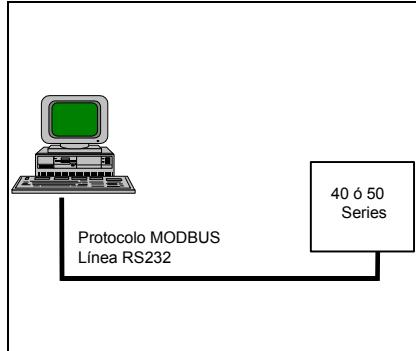

Figure 7-3 : Conexión punto a punto con un PC
- **Conexión punto a punto con un PC (ver Figure 7-3)**